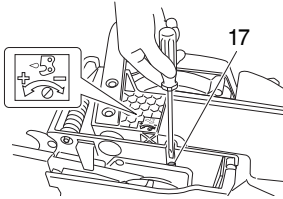

Fig. 10
La cantidad deberá ajustarse de acuerdo con las condiciones de operación. Gire el tornillo (17) de ajuste para aumentar a la izquierda la cantidad y lo gira a la derecha para disminuir la cantidad. (Fig. 10)